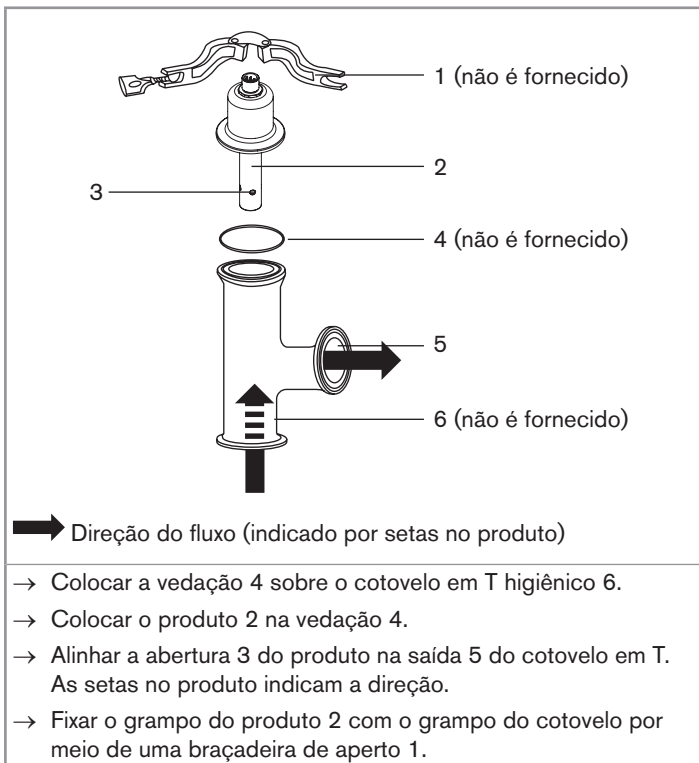
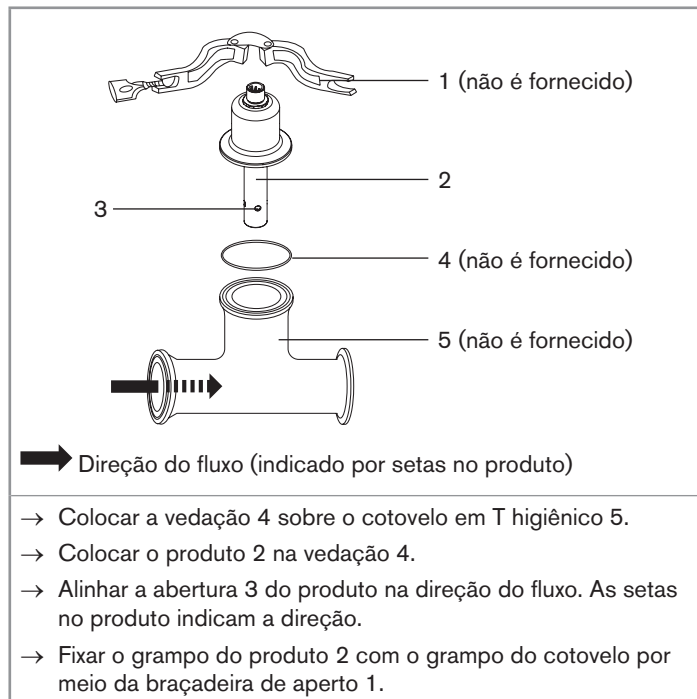

Figura 4: Instalação de um 8221 com número do item 564898, 568818, 569643 ou 571162 em uma tubulação
Figura 5: Instalação de um 8221 com número do item 562261, 568818, 569643 ou 571162 em uma tubulação
- O item **564898** deve ser instalado de acordo com Figura 4.
- Os itens **564899** e **562261** devem ser instalados conforme Figura 5.
- Os itens **568818** e **569643** devem ser instalados conforme Figura 4 ou Figura 5.
- O item **571162** deve ser instalado de acordo com Figura 4 ou Figura 5.